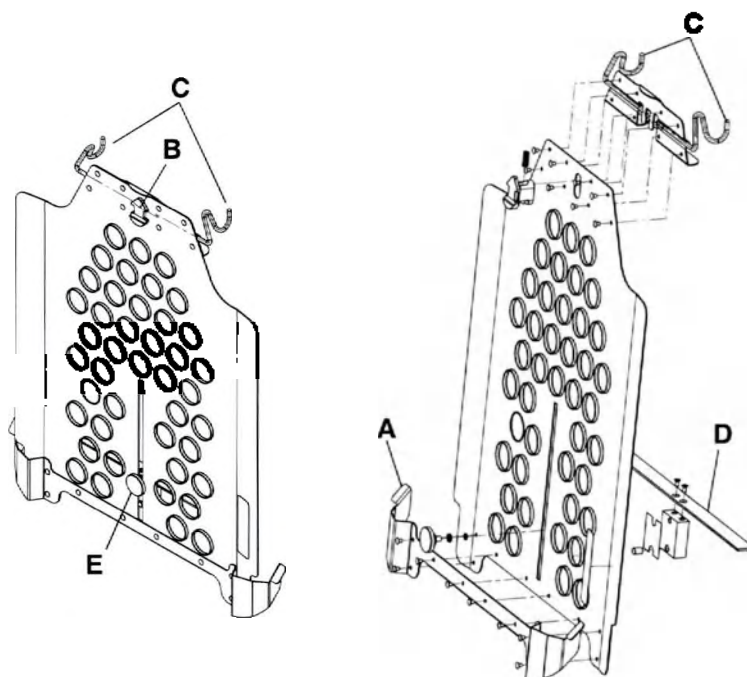

Рисунок 30 – Держатель рентгеновской кассеты
3. Вставьте нижние удерживающие направляющие (A) под планку рамы спинки для положения Фаулера (Рисунок 30).